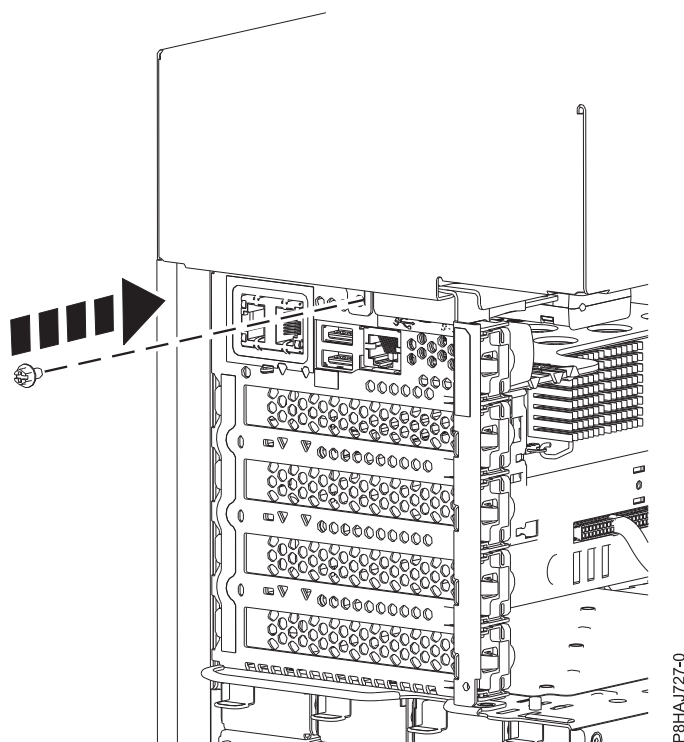

図 19. 8286-41A サイド・カバーねじの取り付け
5. プラスのねじ回しを使用して、サイド・カバー後部ねじを取り付けます (39 ページの図 19 を参照)。